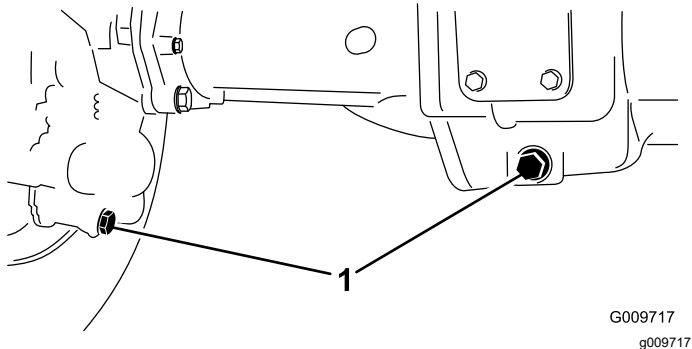

Figura 110
2. Pulite attorno ai tre tappi di spurgo, uno per lato ed uno in centro (Figura 110).